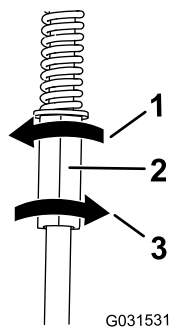

Figure 65
4. Tournez la tige de commande gauche d'un quart de tour à la fois jusqu'à ce que la machine avance en ligne droite (Figure 65).